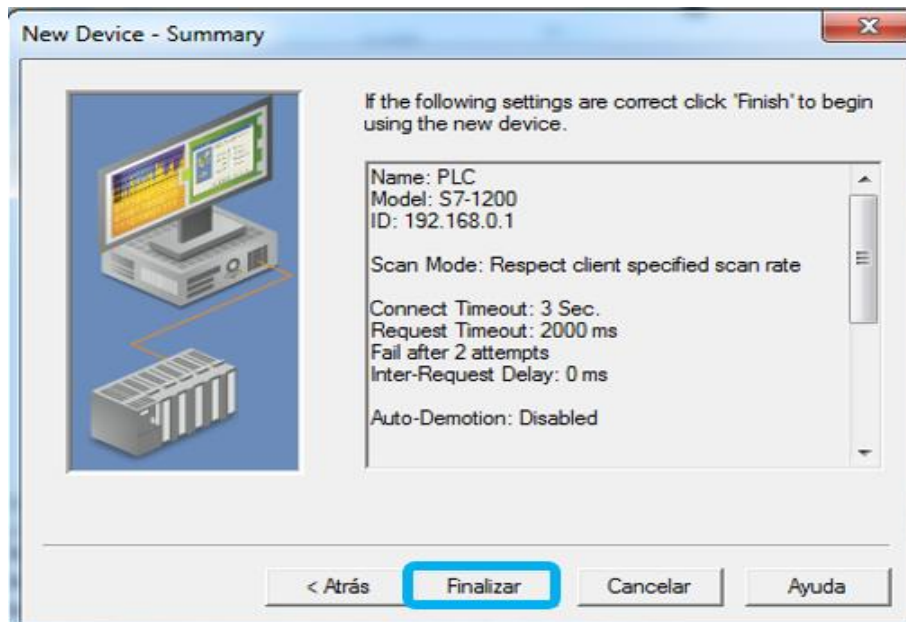

Figura 2.72: Finalizar la configuración del dispositivo del canal RED.
5. Dar clic en finalizar como se indica en la figura 2.72 para terminar la configuración del dispositivo.